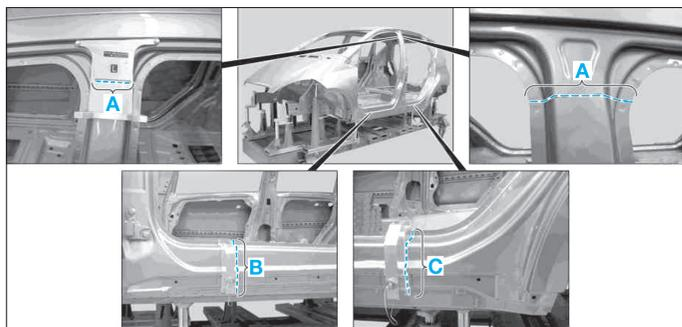

FIG. 58
- Tracer les lignes de coupes (A), (B) et (C) (Fig.58).